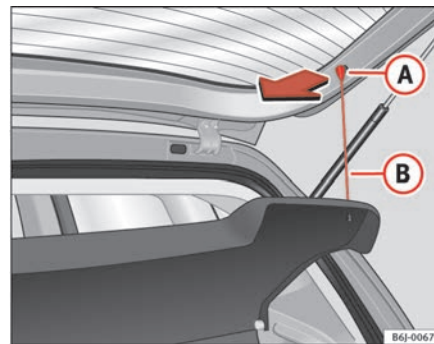

Fig. 85 Pianale portaoggetti
- Sganciare i tiranti ⇒ fig. 85 **B** dagli alloggiamenti **A**.